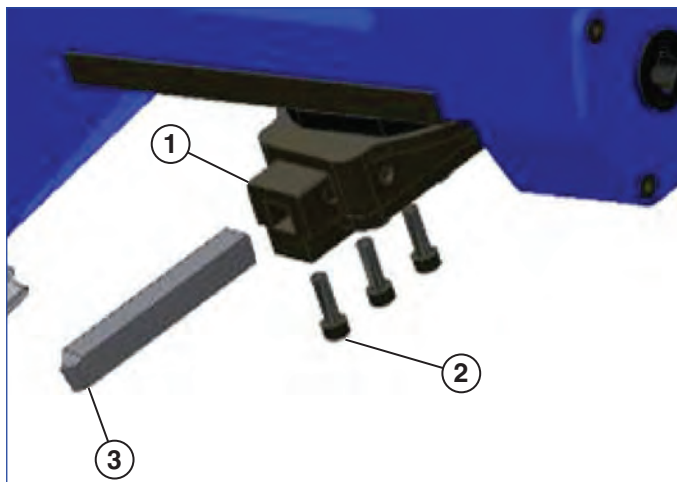

Figure 7
5. Installer l'outil rapporté dans le bloc outil (*voir figure 7*). S'assurer que l'arête de coupe est tournée à l'opposé des vis de l'outil rapporté. Placer l'outil rapporté de manière à ce que près de 1,27 - 1,91 cm dépasse de la base du bloc outil ; serrer les 3 vis d'assemblage de l'outil rapporté.